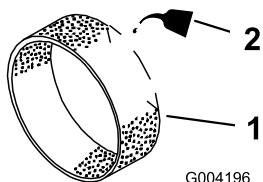

図 44
3. 乾いたらエンジン・オイルを 60 cc ほど含ませる（図 44）。